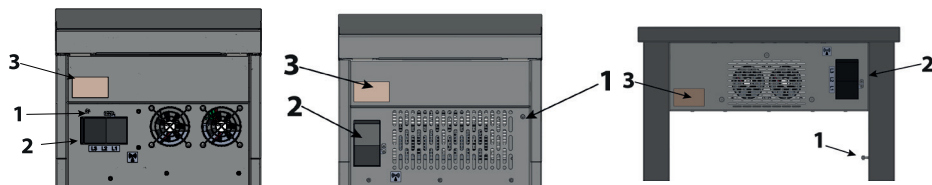

Rysunek 4. Poziomowanie urządzenia
- Urządzenie należy ustawić na twardym i stabilnym podłożu w pomieszczeniu przeznaczonym do eksploatacji urządzenia, spełniającym przepisy prawa budowlanego, a następnie wypoziomować za pomocą regulowanych stopek (Rys. 4)